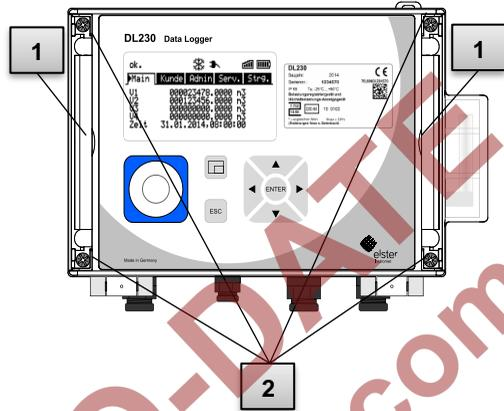

Abb. 23
12. Schließen Sie das Gehäuse mit Hilfe der vier Gehäusedeckelschrauben (Abb. 23, Pos. 2).